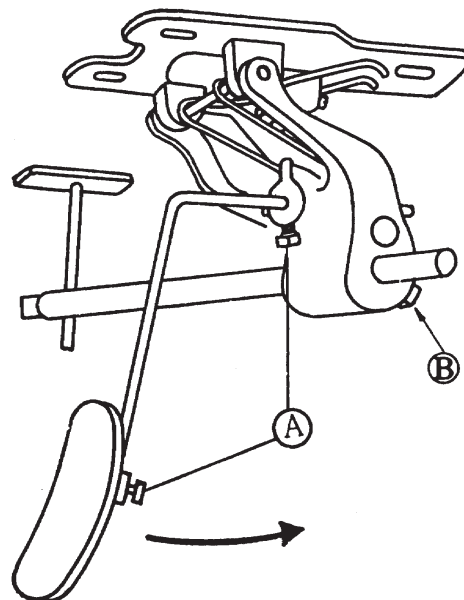
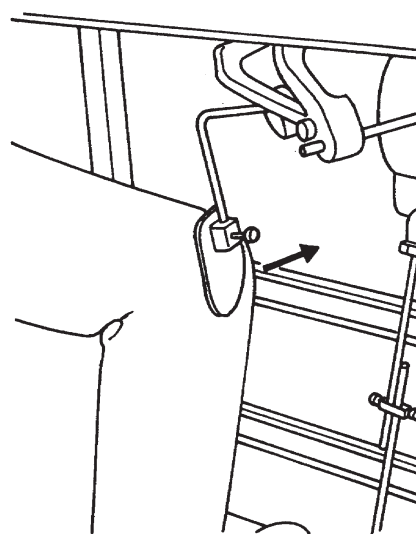

図 22 ヒザ上げの動き
図 23
この刺しゅうミシンの振り幅は、図 22 のヒザ上げによってかえます。坐った位置でヒザ上げが右ヒザの先に具合よくあたるかどうかをたしかめて下さい(図 23 参照)。
もし、うまく当たらない場合には、ネジ ①(図 22) をゆるめて加減して下さい。